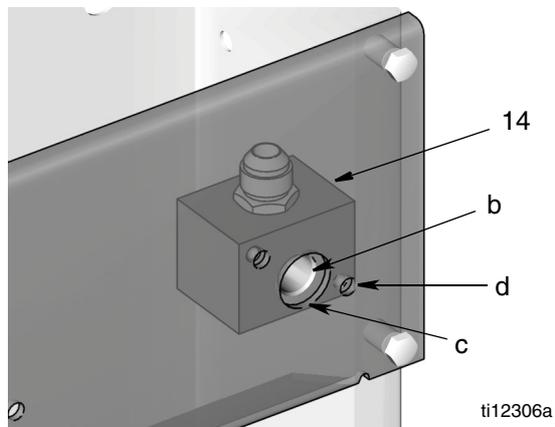
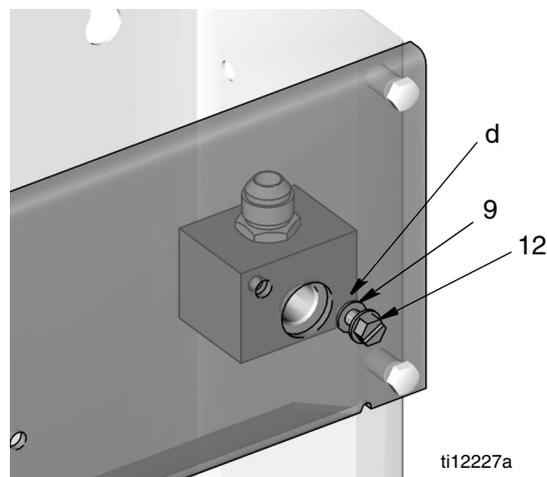

FIG. 12
FIG. 13
- Positionnez le collecteur (14) à l'intérieur de la barre d'huile, en orientant l'ouverture (b) vers l'avant du collecteur avec l'ouverture (c) dans le panneau avant (107) comme illustré dans la FIG. 12.
- Tout d'abord, installez uniquement la vis avant **du bas** (12) et la rondelle (9) dans l'ouverture (d) pour fixer sans le serrer le collecteur au panneau avant. (Référez-vous à la FIG. 12 et à la FIG. 13). **N'ajustez pas ni ne serrez pas fermement la vis.** Tournez-le uniquement jusqu'à ce que les filets soient suffisamment engagés pour maintenir le collecteur en place.